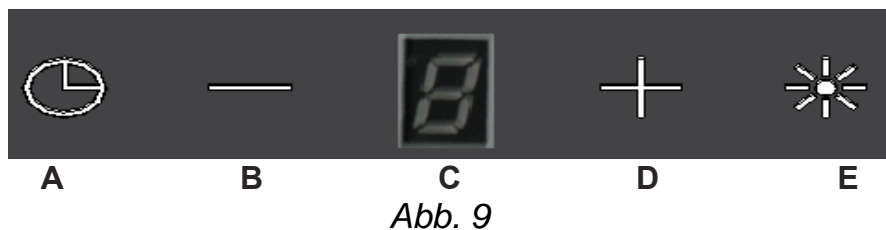

Abb. 9
Steuerung (Abb. 9):
Sobald das Display (C) (Abb. 9) anfängt zu blinken, symbolisiert Ihnen dieses den Austausch bzw. das Säubern der Fettfilter.